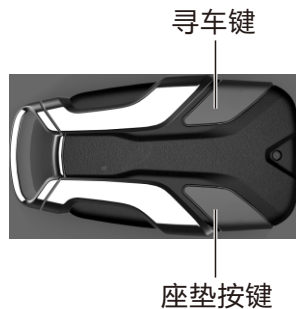

图1
备用钥匙贴近（如图1）位置车辆位置也可使用车辆。
-调节螺钉的位置位于前照灯的后下方，请用十字螺丝刀对准灯光调节视图1的调节孔。